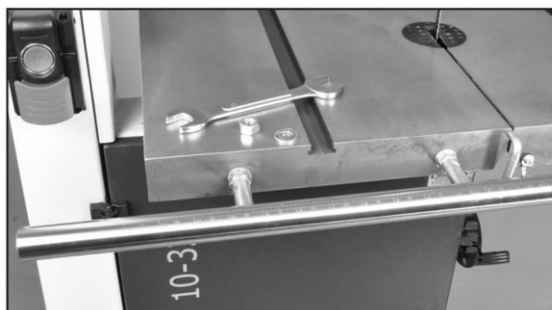

Рис. 5
1. Закрепите направляющую планку параллельного упора (#12F) на передней кромке стола с помощью двух гаек и шайб (# 14F, 5F). Рис. 5. Расположите планку так, чтобы она была параллельна поверхности стола и находилась на равном расстоянии от переднего края стола при измерении как на левом, так и на правом передних краях стола.